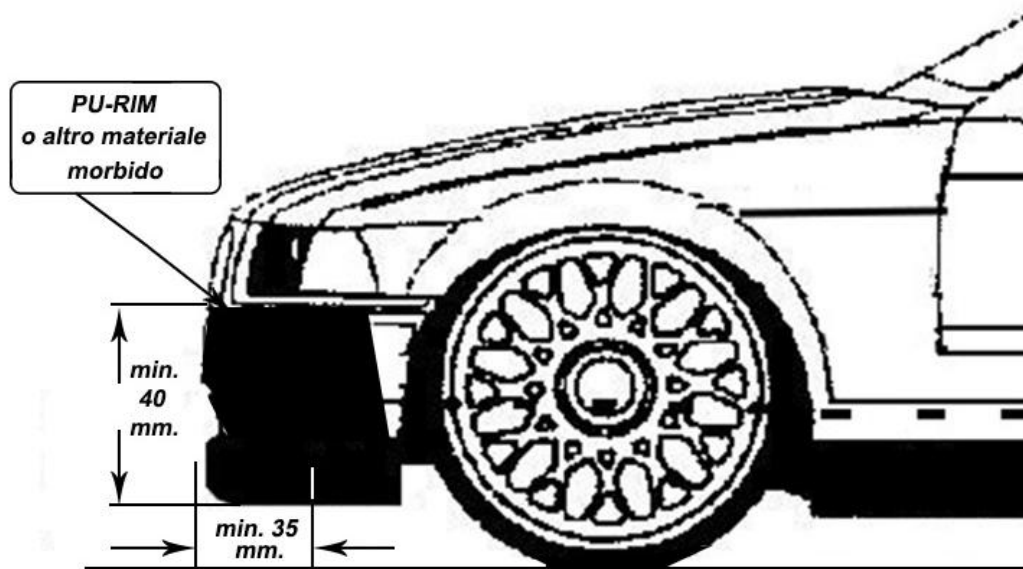

Figura 21 :Dimensioni generali del paraurti di una 1/5 TC
9.1.23 Il paraurti deve essere realizzato in modo da adattarsi perfettamente al profilo frontale della carrozzeria ed il bumper deve avere una altezza minima di 40 mm., (vedi **Figura 21 sottostante a questo articolo**).